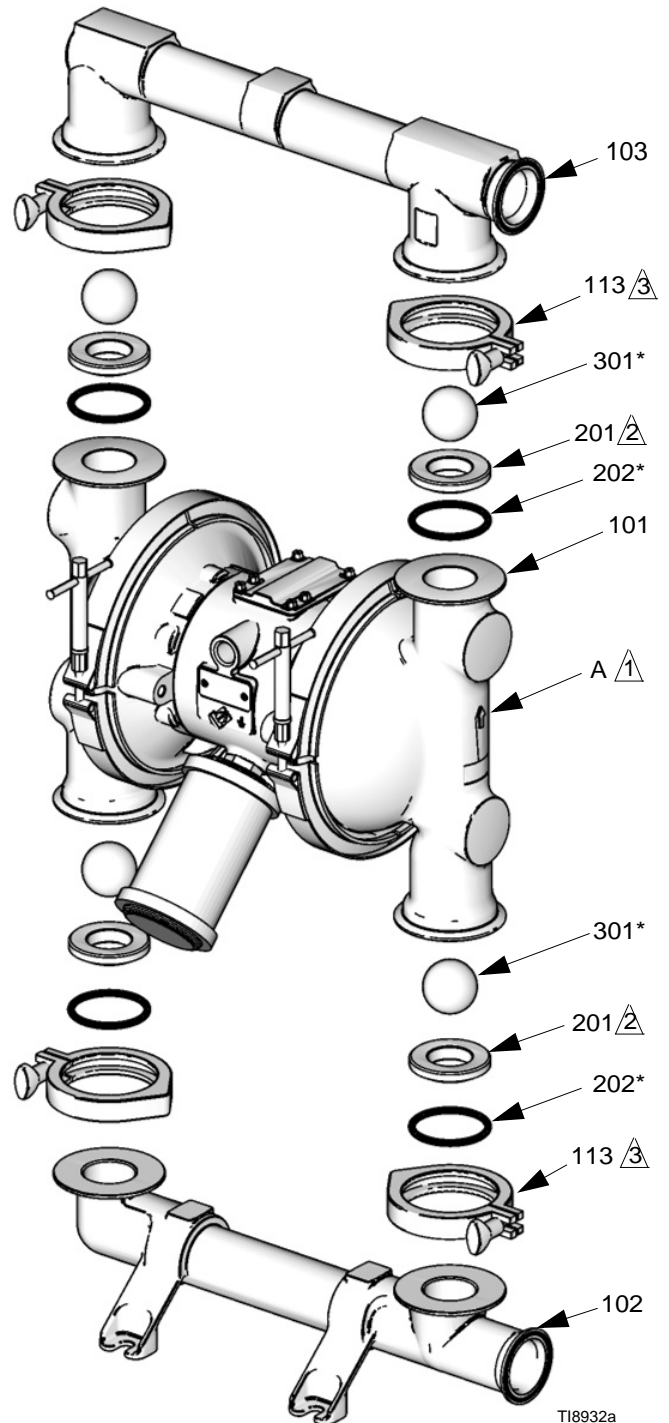

FIG. 9
- Pour vous assurer que les billes (301) se placent correctement, vérifiez systématiquement les sièges (201) lors du remplacement de ces dernières. Si la surface d'appui montre des signes évidents d'usure, remplacez les sièges le cas échéant. Remplacez également les joints toriques (202) si nécessaire. Les joints toriques en PTFE doivent être remplacés chaque fois que les collecteurs sont retirés.
3. Retirez les colliers (106) maintenant le collecteur de sortie (103) sur les capots à fluide (101). Voir FIG. 9.
4. Retirez les joints toriques (202), les sièges (201) et les billes (301) du collecteur (103).
5. Retournez la pompe et retirez le collecteur d'entrée (102). Retirez les joints toriques (202), les sièges (201) et les billes (301) des capots à fluide (101).
2. Remontez dans l'ordre inverse en tenant compte des remarques de FIG. 9. Assurez-vous que les clapets anti-retour à bille et les collecteurs sont montés **exactement** comme indiqué. Les flèches (A) sur les capots à fluide (101) **doivent** être orientées vers le collecteur de sortie (103).